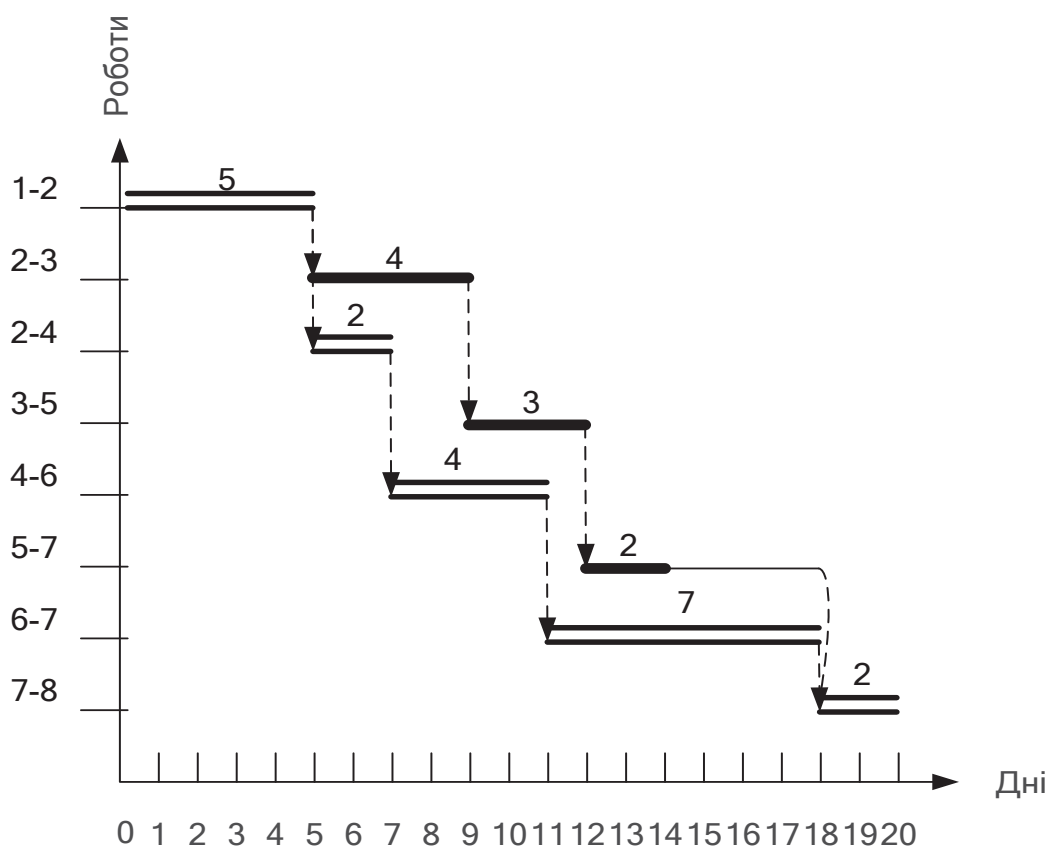

Рис. 5.33. Зв'язки між роботами і критичний шлях
4. Позначимо критичні роботи подвійною лінією (рис. 5.33).